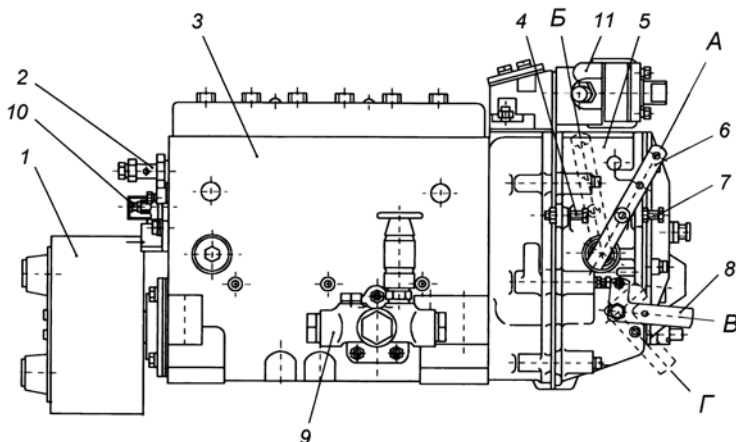
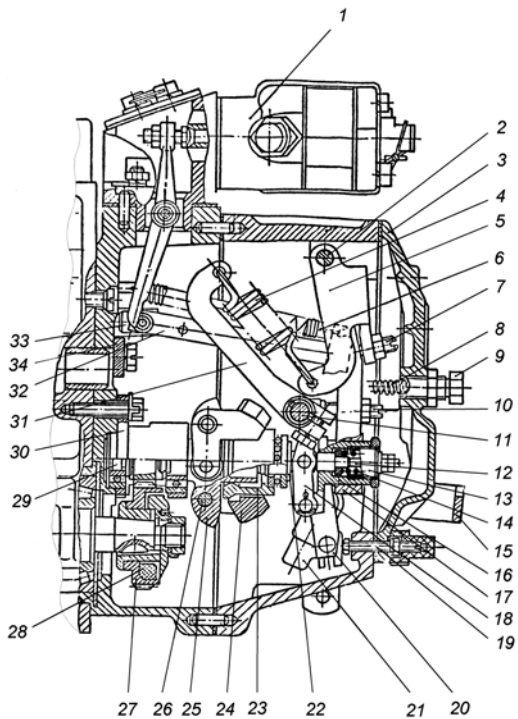

Рис. 26. Топливный насос высокого давления:
Рис. 27. Регулятор частоты вращения:
Топливный насос высокого давления в сборе с регулятором частоты вращения, топливоподкачивающим насосом и демпферной муфтой изображен на рис. 26.
Регулятор частоты вращения (рис. 27, 27а) механический всережимный центробежного типа предназначен для поддержания заданного водителем скоростного режима работы двигателя путем автоматического изменения количества подаваемого топлива в зависимости от изменения нагрузки на двигатель.
Рис. 27а. Регулятор частоты вращения:
Муфта 23 с упорной пятой 22 в сборе одним концом опирается на направляющую поверхность державки, а за второй конец подвешена на рычаге 18 корректора, закрепленном на втулке 16 рычага регулятора. Пята муфты грузов связана через узел отрицательного корректора с рычагом рейки 20 и через тягу 32 с рейкой топливного насоса. К верхней части рычага рейки присоединена пружина 6 рычага рейки, удерживающая рейку насоса в положении, соответствующем максимальной подаче, что обеспечивает увеличенную подачу топлива при пуске двигателя. В нижнюю часть рычага рейки запрессован палец, который входит в отверстие ползуна кулисы 21. Вал 11 рычага регулятора жестко связан с рычагом управления 6 (рис. 26) и рычагом пружины 31. Перемещение рычага управления регулятором ограничивается двумя болтами 4 и 7 (рис. 26). За рычаг пружины
31 (коротким зацепом) (рис. 27) и двуплечий рычаг 5 (длинным зацепом) зацеплена пружина регулятора 4, усилие которой передается с двуплечего рычага на рычаг регулятора через винт - 7 двуплечего рычага. В рычаг регулятора ввернут регулировочный болт 10, который упирается в вал рычага пружины и служит для регулировки номинальной подачи топлива. В нижней части рычаг регулятора снабжен боковой накладкой, удерживающей втулку 16 обратного корректора и упорную пятю 22 от проворота. Кроме того, хвостовик болта крепления боковой накладки, входя в боковой продольный паз втулки предохраняет ее от выпадания из расточки рычага. Упор 34, закрепленный на корпусе регулятора, не позволяет рычагу пружины 31 опасно приближаться к вращающейся державке грузов. В нижней части рычага регулятора расположены корректирующие устройства, предназначенные для формирования внешней скоростной характеристики ТНВД и крутящего момента двигателя. ТНВД 133-20 оснащен отрицательным корректором (рис. 27), а ТНВД 133-30 – комбинированным корректором (рис. 27а). Для полного выключения подачи топлива служит механизм останова, состоящий из кулисы 21, скобы 15 и возвратной пружины. Во время работы кулиса прижата усилием возвратной пружины к регулировочному винту 19.
грузов 23 рычаг рейки 32 до упора втулки 16 (рис. 27а) отрицательного корректора в положительный корректор 36. Далее, преодолевая сопротивление буферной пружины 8, грузы перемещают вправо всю систему рычагов и рейку ТНВД до установления цикловой подачи секции ТНВД, соответствующей минимальному скоростному режиму (режиму минимальной частоты вращения холостого хода).
Корректоры, установленные на рычаге 17 регулятора (рис. 27 и 27а), обеспечивают изменение цикловой подачи в зависимости от частоты вращения коленчатого вала.
Положительный корректор 34, 35, 36 (рис. 27а) обеспечивает постоянное увеличение подачи топлива при уменьшении частоты вращения коленчатого вала двигателя от номинальной до  $1300+50 \text{ мин}^{-1}$  и тем самым обеспечивают тяговую характеристику двигателя в зоне максимального крутящего момента.
Отрицательный корректор ТНВД 133-30 (16, 18, 37, 38, 39 рис. 27а), обеспечивает постепенное уменьшение цикловой подачи топлива при уменьшении частоты вращения коленчатого вала двигателя от 1300 мин-1 до 1000 мин-1 и тем самым обеспечивает бездымную работу двигателя.
Отрицательный корректор ТНВД 133-20 (12, 13, 14, 16, 18 рис. 27) обеспечивает постепенное уменьшение цикловой подачи топлива при уменьшении частоты вращения коленчатого вала двигателя от номинальной до 1000 мин-1.
- 1 Минимальная частота вращения холостого хода регулируется болтом 7 (рис. 26) и корпусом буферной пружины 9 (рис. 27);
- 2 Максимальная частота вращения холостого хода (начало выброса рейки) регулируется болтом 4 (рис. 26).
- 3 Номинальная мощность (подача) регулируется болтом 10, подрегулируется винтом 19 (рис.27).
- 4 Максимальный крутящий момент (для ТНВД 133-30) подрегулируется корпусом пружины корректора 34 (рис. 27а).
- 5 Предварительное натяжение пружины (разность оборотов конца и начала выброса рейки) регулируется винтом 7 (рис. 27).
для ТНВД 133-20 - гайкой корректора 12 (рис. 27);
для ТНВД 133-30 - шайбами между упором 39 и втулкой 16 корректора (рис. 27а).
для ТНВД 133-20 - корпусом корректора 13 (рис. 27);
для ТНВД 133-30 - шайбами между пружиной 38 и пробкой 37 корректора (рис. 27а).